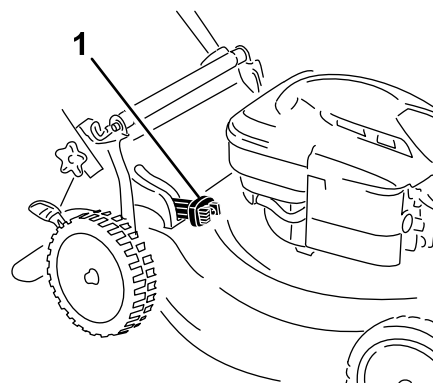

Рисунок 16
- Для сбора скошенной травы и листьев в мешок нажмите кнопку на рычаге включения сбора в мешок и двигайте рычаг вперед, пока кнопка на нем не вернется в исходное положение (Рисунок 16).